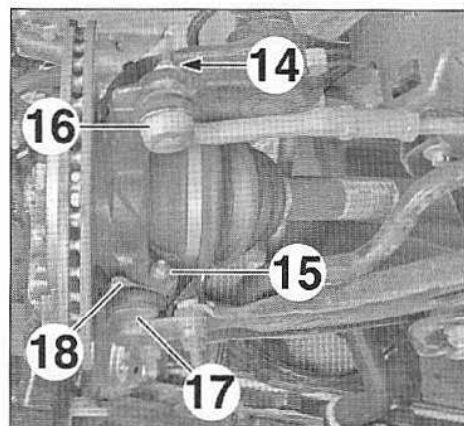
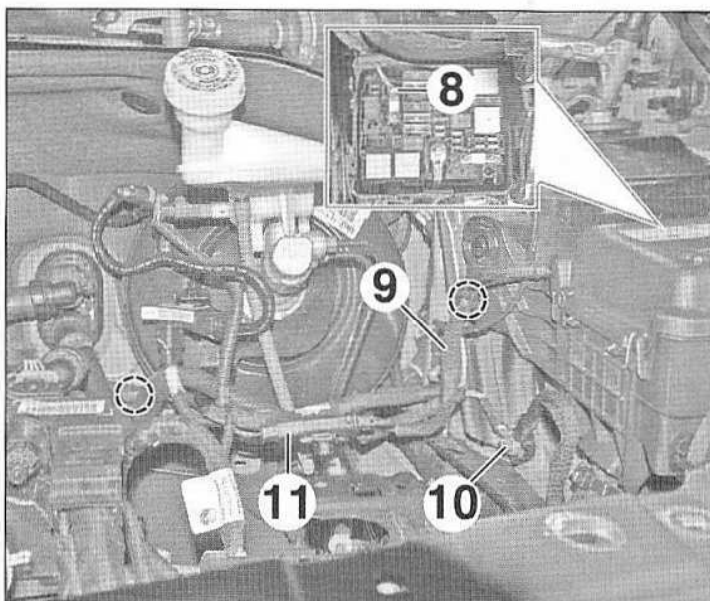
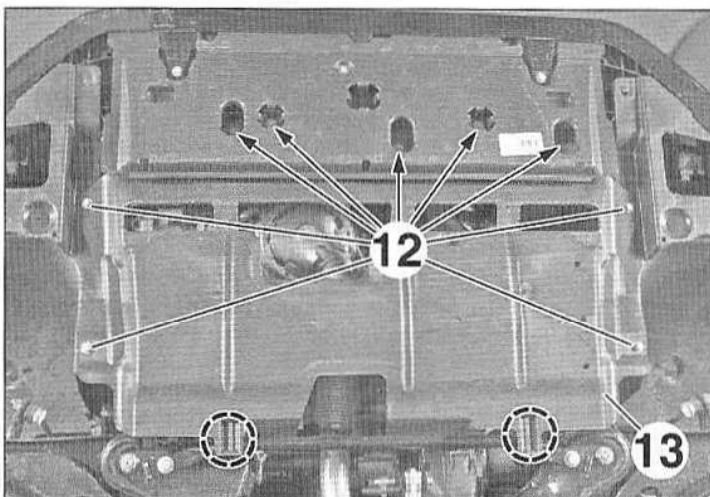

FIG.39
FIG.37
FIG.38
- Déposer l'écrou (8) (Fig.37).
- Libérer et dégrafer le faisceau électrique (9).
- Déposer la vis du câble de masse (10).
- Débrancher le connecteur (11).
- Selon équipement, déposer les vis (12) (Fig.38).
- Dégrafer et déposer la protection sous moteur (13).
- Déposer (Fig.39) :
- l'écrou (14),
- le boulon de bridage (15) de la rotule inférieure.
- la rotule de direction (16),
- la rotule inférieure (17).
- Récupérer le protecteur (18) de la rotule.